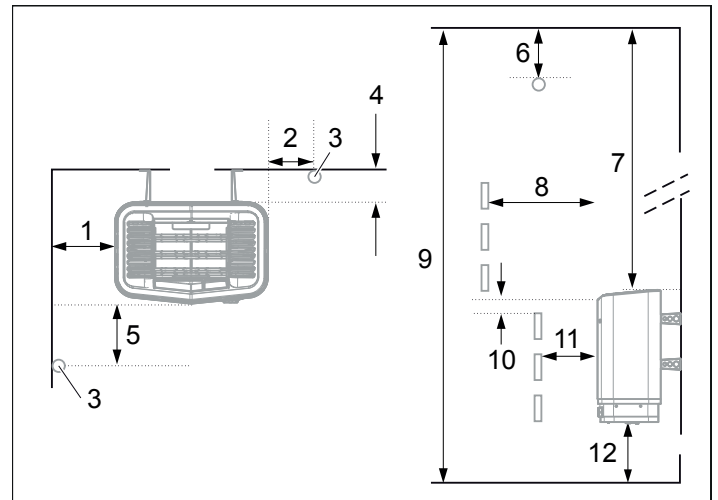
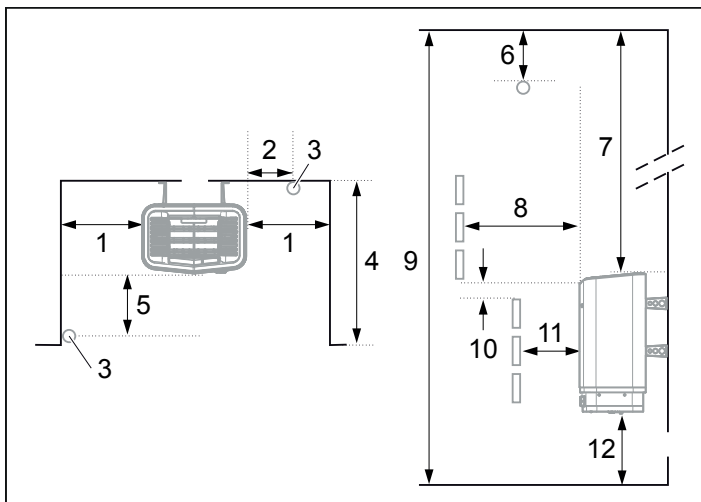

Рисунок 4: Позиционирование нагревателя - нормальная установка
Рисунок 6: Позиционирование нагревателя - установка в нише
- Спланируйте размещение датчика (см. Рисунок 4 и Рисунок 6).
- у той же стены, что и дверь (или у боковой стены, но как можно ближе к стене, в которой расположена дверь). Также возможно размещение нагревателя в нише (см. Рисунок 6).
- Установите устройство на безопасном расстоянии от пола, боковых стен и элементов интерьера (см. Рисунок 4).
Установите датчик, как показано на рисунке (см. Рисунок 4).
1. Установите устройство на безопасном расстоянии от пола, боковых стен и элементов интерьера (см. Рисунок 6).
2. Установите датчик, как показано на рисунке (см. Рисунок 6).